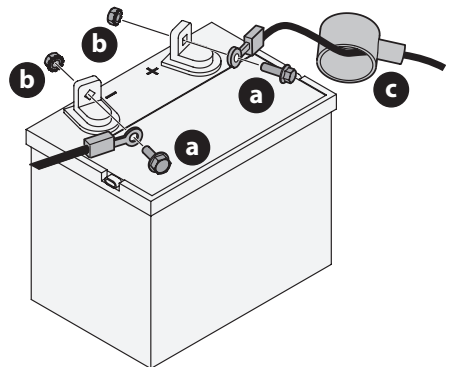

Figure 13
- Le cas échéant, retirez le cache en plastique de la borne positive de la batterie. Branchez le connecteur rouge sur la borne positive de la batterie (+) à l'aide du boulon (a) et de l'écrou hexagonal (b) (Figure 13).
- Déposez la protection en caoutchouc rouge (c) sur la borne positive de la batterie pour la protéger contre la corrosion (Figure 13).
- Le cas échéant, retirez le cache en plastique de la borne négative de la batterie, puis branchez le câble noir la borne négative de la batterie (-) à l'aide du boulon (a) et de l'écrou hexagonal (b) (Figure 13).